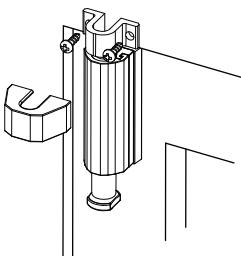
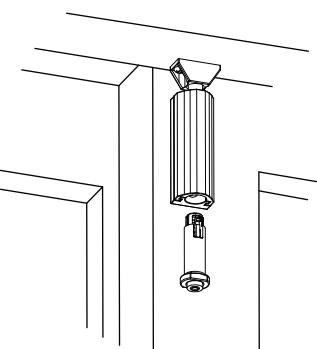
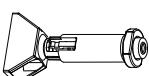

Fig 3.
Fig 4.
Fig 5.
5. Place the pull key into the back of the assembled body and rotate gently until it finds the correct alignment and push the button, locking it in place. (Fig 4)
6. Locate the keeper and install with the two #6 panhead screws. Clip the cover over the keeper to hide the screws. (Fig 3) An alternate orientation of keeper for vertical mounting is supplied. (Fig 4) Use the second keeper as a location for the Pull-key when not engaged in the lock. (Fig 5)
5. Mettez la clé-tirette dans le dos du support assemblé et pivotez délicatement jusqu'à ce qu'elle trouve le bon alignement et poussez le bouton, en le verrouillant en place. (Fig. 4)
6. Localisez la gâche installez-la avec les deux vis de mécanique à tête tronconique n° 6. Attachez le couvercle sur la gâche pour cacher les vis. (Fig 3). Une autre orientation de gâche est fournie pour l'installation verticale. (Fig. 4) Utilisez la deuxième gâche comme positionnement de la clé-tirette lorsqu'elle n'est pas engagée dans la serrure. (Fig. 5)
5. Coloque la llave de bloqueo en la parte trasera de la caja armada y gire suavemente hasta que quede bien alineada y presione el botón, trabándola en su lugar. (Fig. 4)
6. Ubique el dispositivo de cierre e instálelo con los dos tornillos de cabeza troncocónica N.º 6. Coloque la cubierta sobre el dispositivo de cierre para que los tornillos queden ocultos. (Fig. 3) Se proporciona un dispositivo de cierre de orientación alternativa para montaje vertical. (Fig. 4) Use el segundo dispositivo de cierre como lugar para la llave de bloqueo cuando no esté trabada en el cerrojo. (Fig. 5)